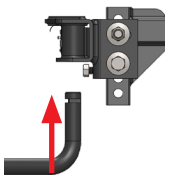

Figure 29
4. Insérez les barres de torsion dans les logements de la tête d'attelage et assurez-vous que la clavette d'arrêt est bien fixée. (Figure 29)